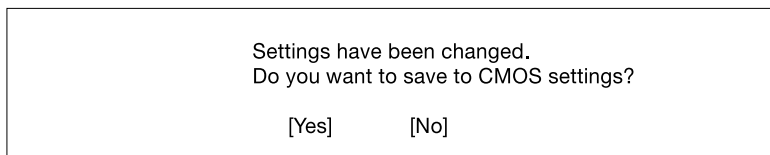

图 4-13 保存更改屏幕
5. 按 **Esc** 键返回系统安全菜单，然后再按 **Esc** 键退出 **Setup**。即会出现保存更改屏幕，如图 4-13 所示。